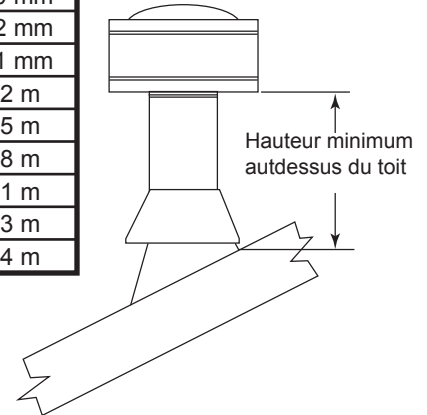

Fig. 44 Hauteurs minimales requises au-dessus du toit.
10. Serrez les languettes du collier. Vissez trois (3) vis à métal #8 x 1/4 po à travers le collier et le mur extérieur du tuyau. **NOTA** : Si la boîte de plafond cathédral est utilisée, il peut être nécessaire de fixer les tuyaux au poêle de manière temporaire. Déterminez et marquez l'emplacement du collier de support sur le tuyau. Débranchez et retirez les tuyaux assemblés. Fixez le collier de support de la manière décrite ci-dessus (à l'endroit marqué) et réinstallez l'ensemble de tuyaux. Cette opération est nécessaire due au manque d'espace dans la boîte de support de plafond cathédral. Installez les supports de dégagements requis.
11. Ajoutez des longueurs de tuyaux et de coupe-feu jusqu'à ce que l'ensemble dépasse du toit d'une hauteur suffisante afin de respecter les codes locaux concernant la hauteur minimum d'une sortie d'échappement et suivez les instructions d'installation de l'appareil fournie par le fabricant. (Fig. 44)